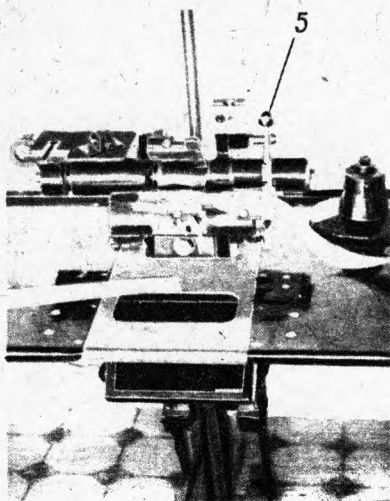

Рис. 2. Зарядка правого конца пленки
1. Рычаг 5 (рис. 2, 3), перевести к себе, тем самым освободить верхний правый прижим. Нажимая на педали рычагов, поднять верхние прижимы полуавтомата. Педаль нужно отвести от себя до упора.